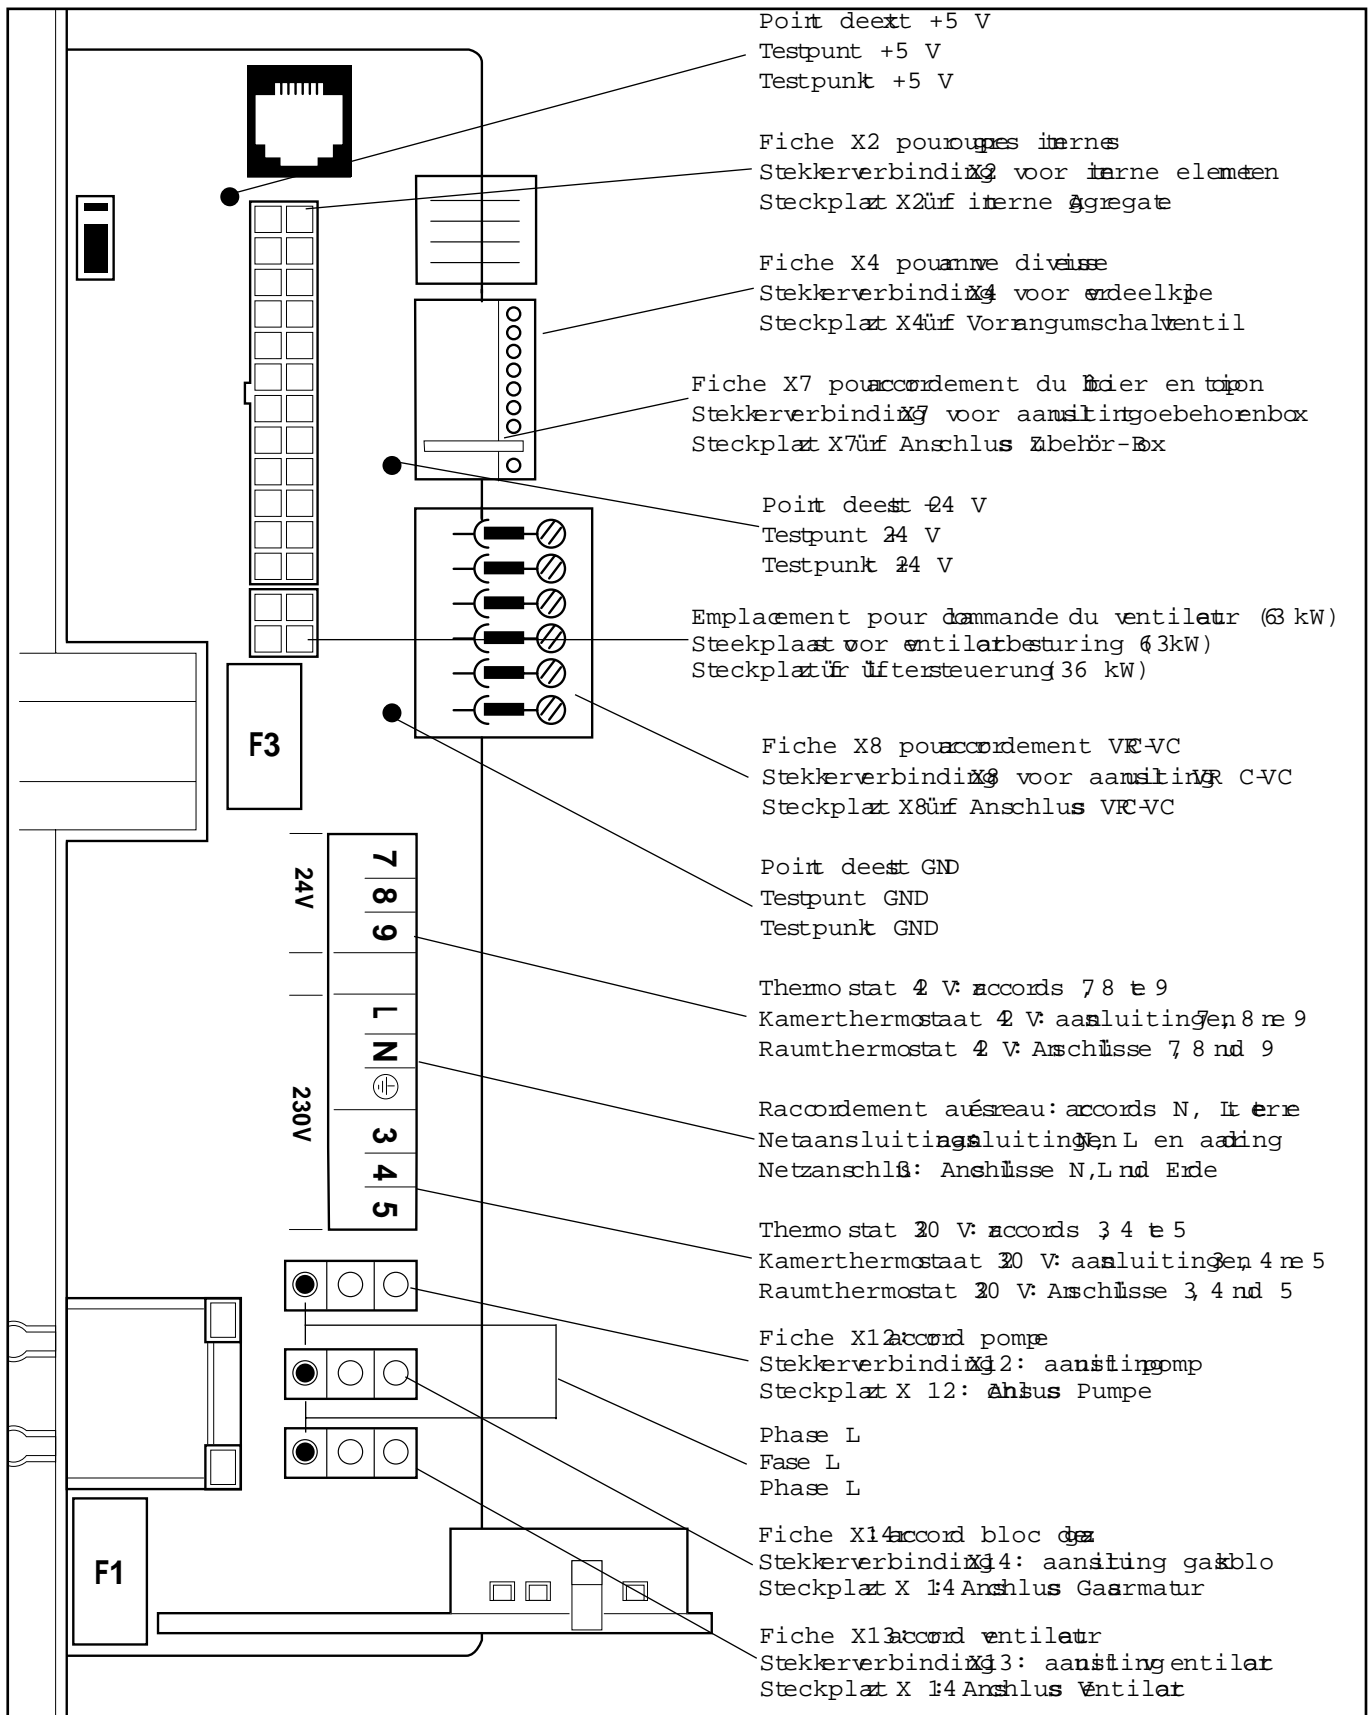

Рис. 3.15 Схема электрических подсоединений
- Присоедините жилы сетевого кабеля N, L и "земля" к соответствующим зажимам платы (см. рис. 3.15).
- При необходимости подключите подобным же образом показанные на рис. 3.15 дополнительные принадлежности.